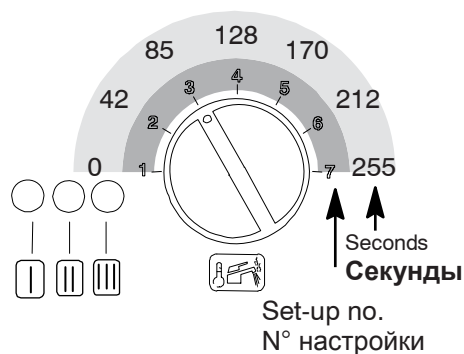

Fig. 5.15
7. To change the setting, turn the sanitary fixture temperature adjustment knob on Fig. 5.15 and set it to the required time (in the example figure, the knob is set for a Restarting frequency of 1 minute and 25 seconds); blockage signal LED will flash quickly.
7. Для изменения настройки повернуть рукоятку регулирования температуры ГВС в Fig. 5.15 и установить на выбранное время (на иллюстрации пример рукоятка установления на Частоту включения 1 минута и 25 секунд), при этом быстро мигает индикаторная лампа блокирования.